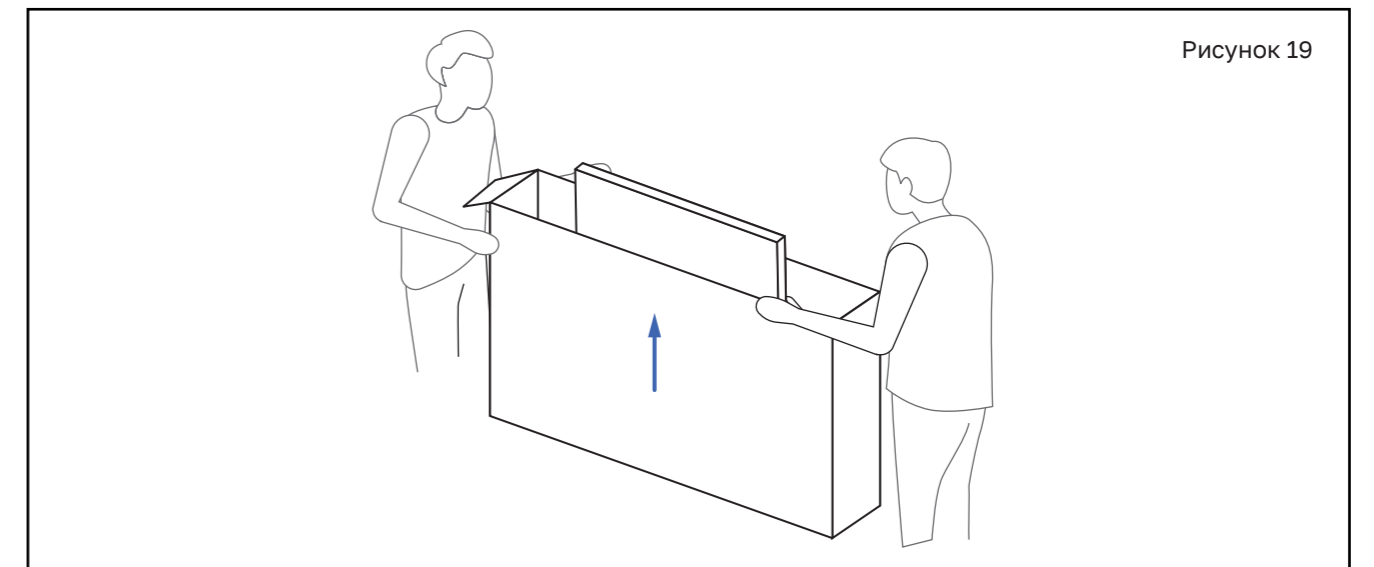

Рисунок 19
6. Извлеките монитор из упаковки. При извлечении соблюдайте осторожность, чтобы не повредить монитор. (Рисунок 19)